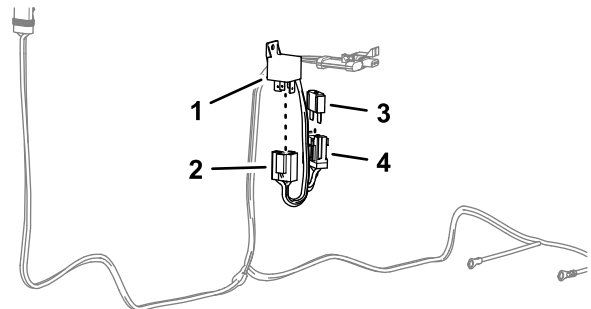

图3
1. 将继电器安装到电源线束的 4 触点接头（图3）。
2. 将保险丝（60A）插入电源线束的保险丝座的槽中（图3）。